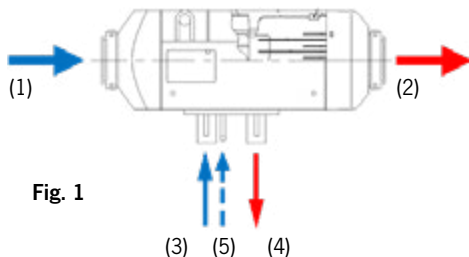

Fig. 1
[Fig. 1 (1)] [página 12, fig. 2 (10)]. Después de pasar el intercambiador de calor, se expulsa el aire calentado
[Fig. 1 (2)].
Para el proceso de combustión se requiere diésel como combustible y oxígeno. El combustible se conduce al quemador [fig. 1 (5)] [página 12, fig. 2 (13)] a través de una tobera de entrada, donde se enciende mediante una bujía de incandescencia después de la inyección [página 12, fig. 2 (14)]. La llama resultante entra en el espacio entre el quemador [página 12 fig. 2 (4)] y la pared de la cámara de combustión [página 12, fig. 2 (3)] en el extremo del quemador. El intercambiador de calor [página 12, fig. 2 (1)] se calienta a través de su contacto.
El oxígeno para la combustión se suministra a través de una conexión de aire de alimentación [fig. 1 (3)] [página 12, fig. 2 (12)]. El rodete interior [página 12, fig. 2 (6/8)] aspira el aire y lo introduce en el quemador. Después de la combustión, los gases de escape se descargan a través de la tobera de gases de escape [fig. 1 (4)] [página 12, fig. 2 (15)].